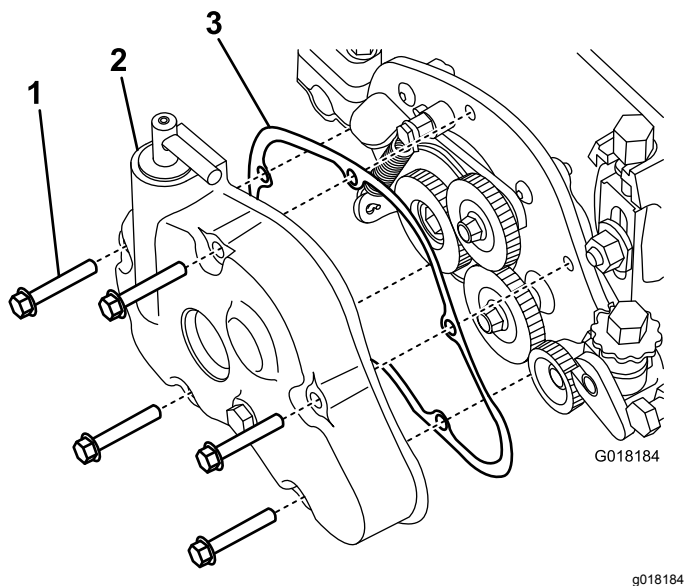

Figura 15
13. Llene la cubierta de la caja de engranajes con aproximadamente 0,15 litros de Mobil XHP-221 o equivalente y móntela, con la junta, en la carcasa del groomer usando 5 pernos (Figura 15).